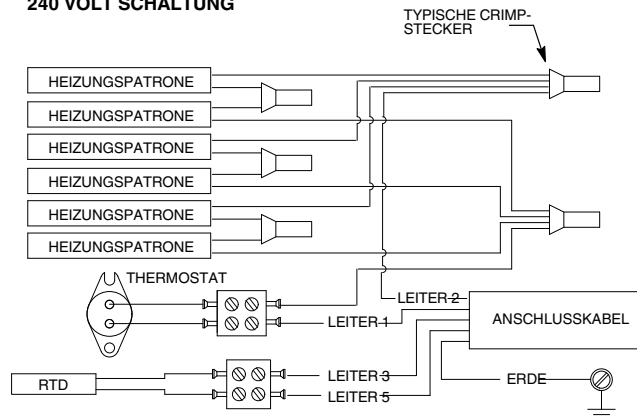

Abb. 12 Reparaturen an Heizung und RTD
1. Siehe Abb. 12. Die Schrauben (1) abnehmen, die die Abdeckung (2) am Gehäuse (12) halten.
2. Die Schrauben (11) am Stecker (10) lösen und die Drähte des Thermostats abnehmen.
3. Die Schrauben (7) und Sicherungsscheiben (8) abnehmen, mit denen der Thermostat (9) am Gehäuse (12) befestigt ist.
4. Wärmeleitpaste (13) auf den neuen Thermostaten (9) auftragen. Den Thermostaten mit den Sicherungsscheiben (8) und Schrauben (7) installieren. Die Schrauben fest anziehen.
6. Die Thermostatdrähte in den Stecker (10) einsetzen und die Schrauben (11) anziehen. Siehe bei Bedarf Abb. 12 zum Schaltplan.
7. Die Abdeckung (2) mit den Schrauben (1) am Gehäuse (12) installieren. Die Schrauben fest anziehen.
3. Die Heizpatrone (3) vorsichtig vom Gehäuse (12) abnehmen.
4. Wärmeleitpaste (13) auf die neue Heizpatrone (3) auftragen. Die Heizpatrone im Gehäuse (12) installieren.
5. Die Isolierung am Ende aller abgeschnittenen Drähte entfernen. Neue Stecker auf alle Drähte crimpen. Siehe bei Bedarf Abb. 12 zum Schaltplan.
6. Die Abdeckung (2) mit den Schrauben (1) am Gehäuse (12) installieren und die Schrauben gut festziehen.
2. Die Schrauben (5) am Stecker (6) lösen und die Drähte des RTDs abnehmen.
3. Das RTD-Element (4) vorsichtig vom Gehäuse (12) abnehmen.
4. Wärmeleitpaste (13) auf den RTD (4) auftragen. Den RTD im Gehäuse installieren.
6. Die RTD-Drähte in den Stecker (6) einsetzen. Die Schraube (5) anziehen.